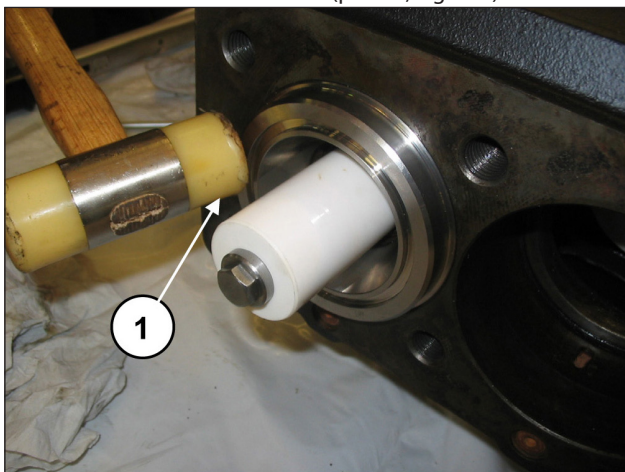

Fig. 141
Assicurarsi che il blocco camicia-supporto arrivi a posizionarsi correttamente fino a fondo sede (pos. ①, Fig. 141).